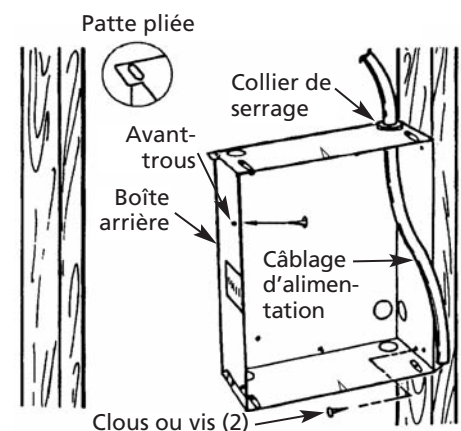

Figure 2
- Déterminer le côté de la boîte arrière à monter contre un montant et plier les pattes des coins arrière à 90 degrés pour que la boîte arrière soit à angle droit avec le montant après l'installation, (voir la Figure 2).
- Placer la boîte arrière contre les montants et fixer solidement avec des clous ou des vis, comme il est illustré sur la Figure 2.
REMARQUE : Les avant-trous pour une vis à tôle n° 8 ont été percés dans les côtés de la boîte arrière. Après le montage du mur fini ou du plafond, passer une vis à tôle n° 8 (m4) (25 mm [1 po] de long recommandée) à travers la paroi latérale de la boîte qui n'est pas fixée sur le montant. Ceci permettra d'éviter que la boîte arrière ne ressorte lors de l'installation du radiateur. (Voir la Figure 2, page 2)